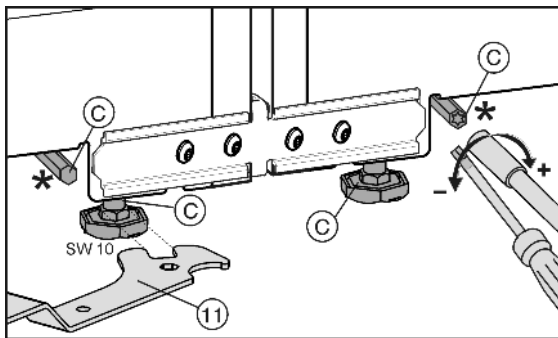

Fig. 8
Die vorderen Stellfüße können mit dem beiliegenden Gabelschlüssel Fig. 8 (11), die hinteren Stellfüße\* mit einem Schraubendreher Torx® 25 verstellt werden.